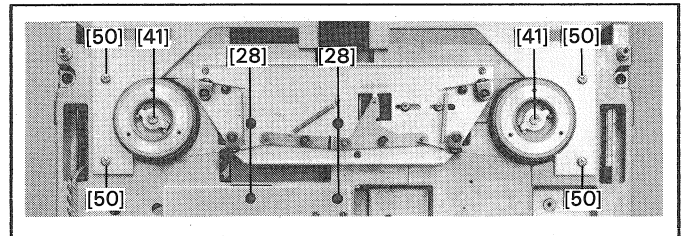

Fig. 21
- An beiden Bremsstrommeln die zentrale Schraube [41] (Fig.21) lösen. Durch Druck auf den Bremsmagneten die Bremsbänder lüften und die Bremsstrommeln mit Mitnehmerscheiben vorsichtig abheben.